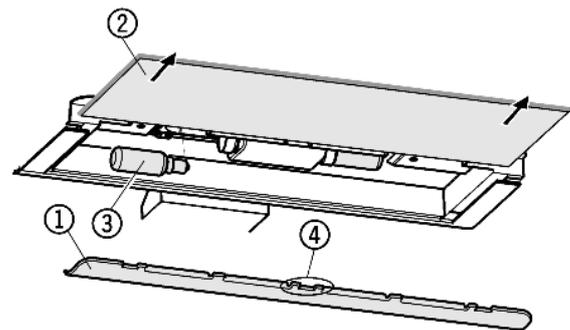

Fig. 12
- ▶ Enlever l'écran protecteur Fig. 12 (1) : saisir avec les doigts derrière l'écran protecteur et le faire décliqueter.
- ▶ Ôter la plaque de verre Fig. 12 (2).
- ▶ Remplacer l'ampoule Fig. 12 (3).
- ▶ Remettre en place l'écran protecteur : le faire encliqueter à droite et à gauche et veiller à ce que le crochet Fig. 12 (4) du milieu saisisse au-dessus de la plaque de verre.